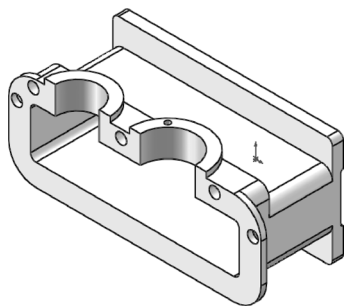

图 9-71 创建大端盖安装盲孔
**03** 创建切除拉伸实体。选择菜单栏中的“插入”→“切除”→“拉伸”命令，或单击“特征”控制面板中的“拉伸切除”按钮，系统弹出“切除-拉伸”属性管理器，在“深度”文本框中输入 20，单击“确定”按钮，完成大端盖安装孔的创建，如图 9-71 所示。